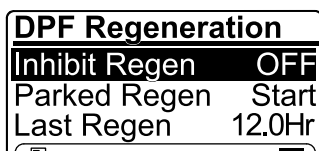

Figure 66
2. Appuyez sur le bouton droit pour faire passer le paramètre Inhibit Regen de On à Off (Figure 66) ou inversement (Figure 66).